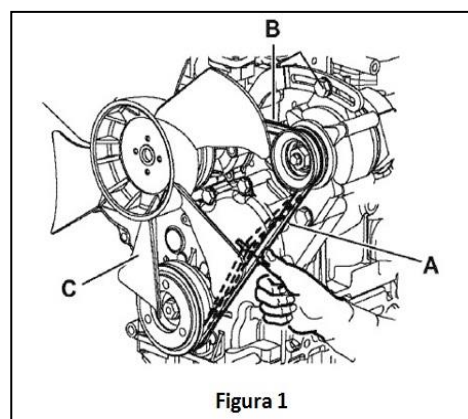

Figura 1
1. Presione la correa con el pulgar en los puntos indicados en la tabla con una fuerza aproximada de 10 kg_f para controlar la flexión. Los tres puntos de control de la flexión (A, B, C) están indicados en la figura 1